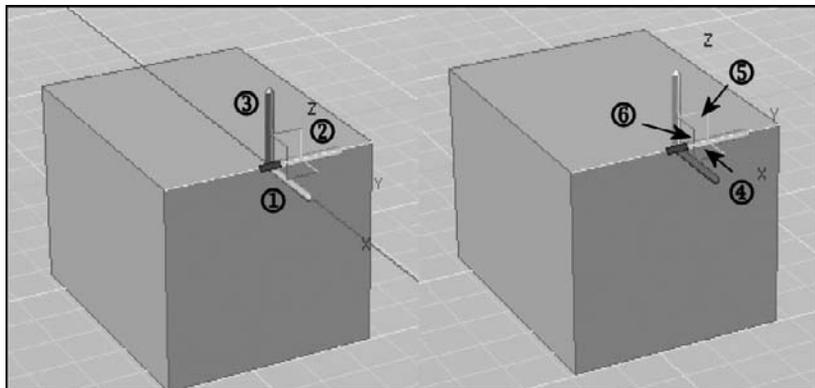
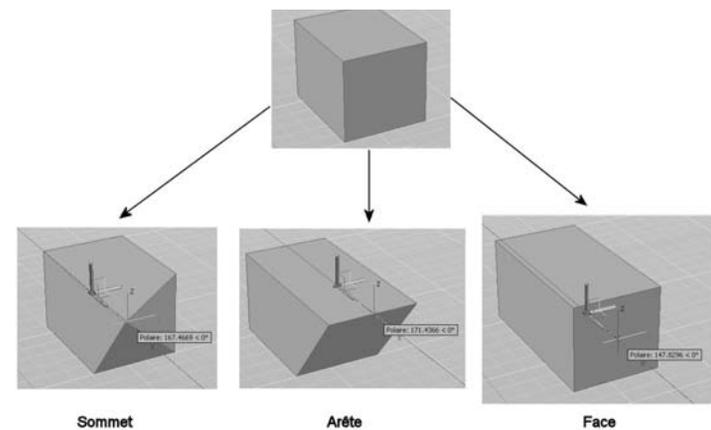

Fig.20.8
Fig.20.9
- 2 Survolez sans cliquer la poignée représentant le sous-objet sélectionné. Un trièdre s'affiche sur la poignée (fig.20.8). Il est composé d'un axe X en rouge, d'un axe Y en vert et d'un axe Z en bleu. Chaque axe permet de restreindre le mouvement dans la direction souhaitée. Ainsi pour déplacer la poignée dans la direction X par exemple, il suffit de survoler l'axe X et de déplacer la poignée selon la longueur souhaitée. Le déplacement sera contraint dans la direction X (fig.20.9).